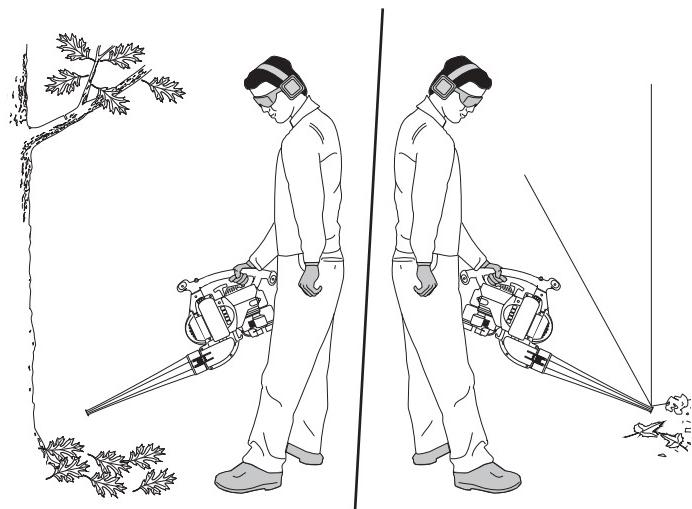

Fig. 14
- 1 Use la sopladora para árboles, arbustos, macizos de flores y zonas de limpieza difícil (Fig. 14).
2. Use la unidad alrededor de edificios y para otras limpiezas normales (Fig. 14).